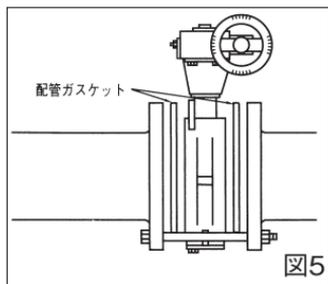

図5
J. このバルブは、バルブの両側に配管ガスケットを必要とします。配管フランジパッキンには、ゴム等軟質系を使用しないでください。配管ガスケットには、ジョイントシートをお勧めします。(図5) また、うず巻ガスケット等特殊ガスケットをご使用される場合は、弊社営業担当までお問い合わせください。市販されている、うず巻形ガスケットをご使用の場合は、モレのおそれがありますのでお問い合わせください。